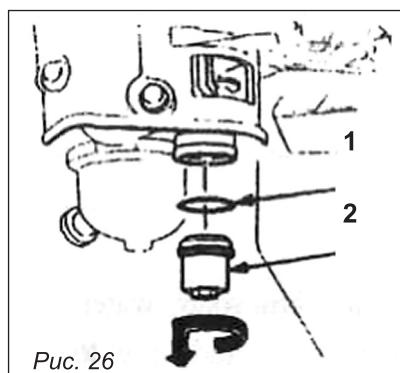

Рис. 26
Переместите топливный кран в положение «Закрыто» (OFF), открутите гайку топливного фильтра и уплотнительное кольцо. Промойте детали в растворителе, тщательно прочистите их и снова установите на прежние места. Переместите топливный кран в положение «Открыто» (ON) и убедитесь, чтобы не было утечек (рис. 26).